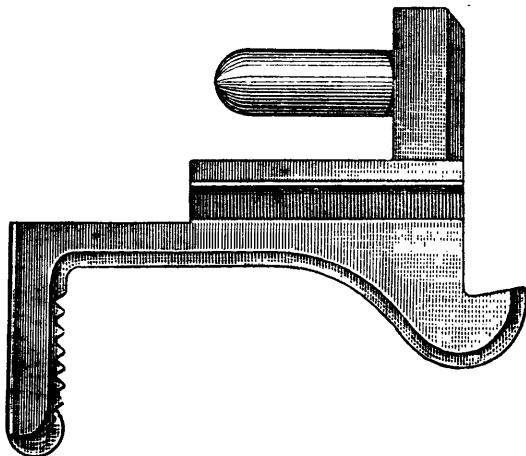

Рис. 2. Защелка магазина
2. Устройство защелки магазина конструктивно изменено (рис. 2).